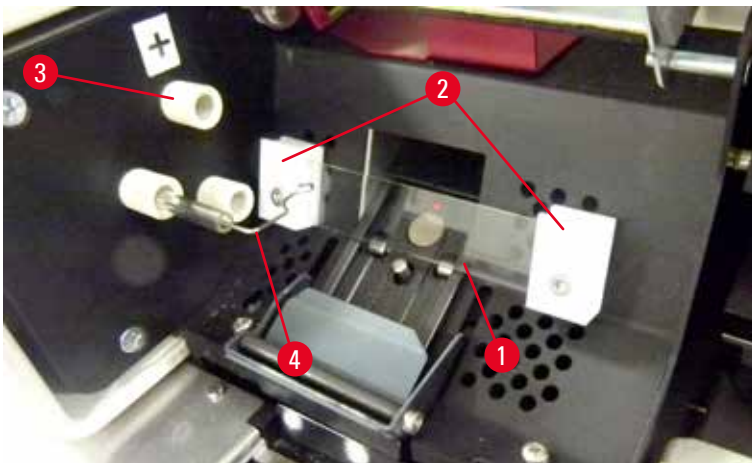

Abb. 20
5. Vergewissern Sie sich, dass die Kontaktfeder (→ "Abb. 19-2")/(→ "Abb. 20-4") vom Zünddraht der Lampe (→ "Abb. 21-1") abgetrennt ist (siehe auch (→ "Abb. 20")).